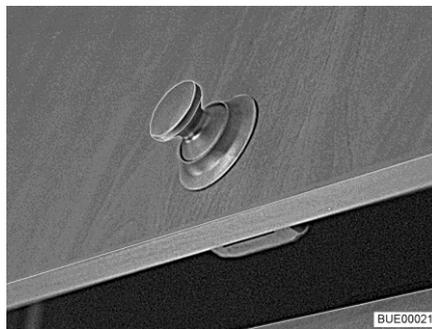
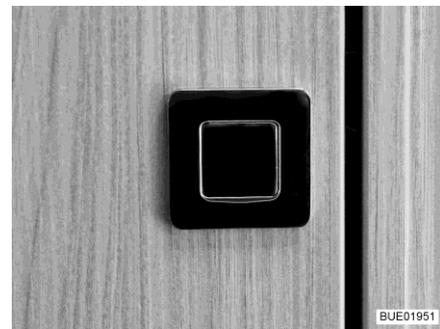

Fig. 46 Porte de placard avec bouton-poussoir rond
Fig. 47 Porte de placard avec bouton-poussoir rectangulaire
- Appuyer sur la partie intérieure de la serrure. Le bouton-poussoir (Fig. 46 ou Fig. 47) ressort.